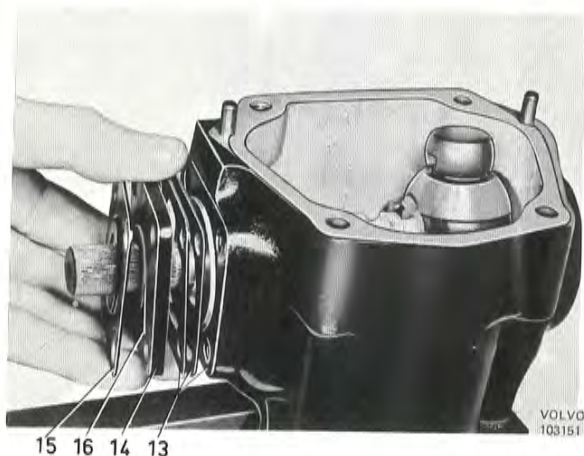

Bild 60. Demontering av snäckskruvslock
4. Ta bort snäckskruvlock med hållare och justermellanlägg, se bild 60.
5. Montera tätningsringen (16) i snäckskravslocket (14) med läppen inåt. Montera packning, justermellanlägg, packning, lock och hållare, jämför bild 60. Packningarna är 0,127 mm och justermellanläggen finns i tjocklek 0,05, 0,127 och 0,254 mm. Dra åt de fyra skruvarna med 17–21 Nm (1,7–2,1 kpm).